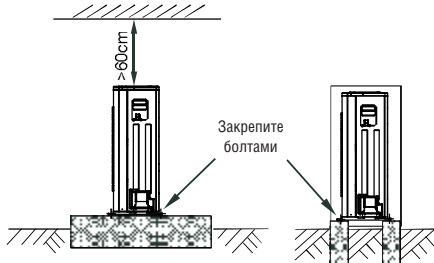

Рис. 6-6
- Надежно закрепите ножки наружного блока болтами, чтобы не допустить его падения при землетрясении или сильном ветре (см. рис. 6-6).